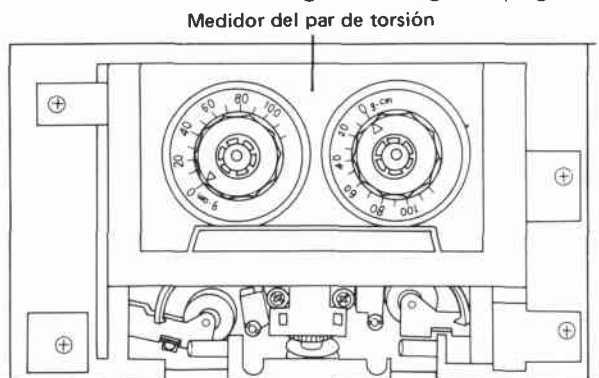

Fig. 11-6 Ajuste del par de torsión de arrastre
5. Comprobar que el par de torsión de arrastre esté dentro del margen de 10 g-cm (Fig. 11-6).